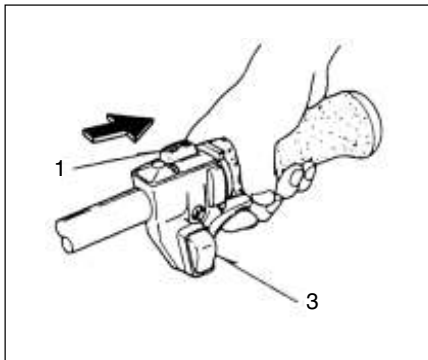

Fig.2-2
(En) Starting (Fig. 2-2, 2B)
1. Set ignition switch (1) to ON position. (Fig. 2-2)
(Fr) Démarrage (Fig. 2-2, 2B)
1. Placer l'interrupteur marche-arrêt (1) en position marche (ON). (Fig. 2-2)
(It) Avviamento (Fig. 2-2, 2B)
1. Spostare l'interruttore di accensione (1) su ON. (Fig. 2-2)